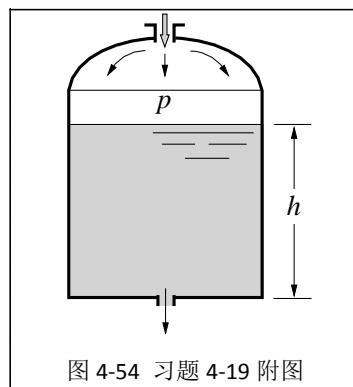

图 4-54 习题 4-19 附图
**4-19** 如图 4-54 所示，容器内液面高度恒定  $h = 2.0\text{m}$ ，液面上方空间表压  $p = 50\text{kN/m}^2$ ；容器底部有一直径  $d = 50\text{mm}$  的小孔，其流量系数  $C_d = 0.61$ 。设液体密度  $\rho = 1000\text{kg/m}^3$ ，并取  $g = 9.81\text{m/s}^2$ ，试求通过小孔的液体流量。